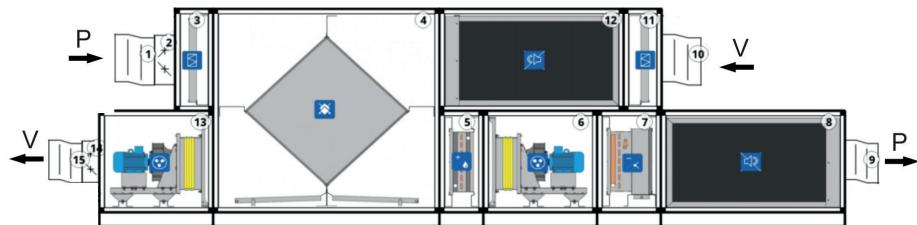

Рисунок 1
V.F - вставка гибкая фронтальная (поз. 1 рисунок 1);
KM.F - клапан ВКм фронтальный (поз. 2 рисунок 1);
C.L.3 - фильтр кассетные EU3 (поз. 3 рисунок 1);
**D.6.2R** - бокс водяного нагревателя двухрядного (поз. 5 рисунок 1);
**A.F.RЦ.40.7,5.2** - бокс вентилятора (поз. 6 рисунок 1);
**E.2.4R.2P** - бокс фреонового охладителя четырехрядного, двухпоточного (поз. 7 рисунок 1).
V.F - вставка гибкая фронтальная (поз. 9 рисунок 1);
H.2 - шумоглушитель (поз. 8 рисунок 1).